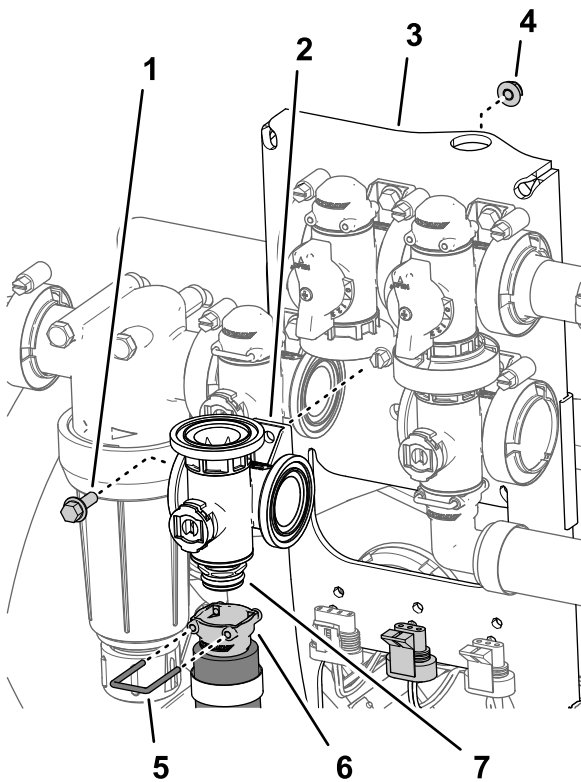

图 116
- 卸下将快速断开槽固定到搅拌阀歧管快速断开连接头的卡环图 116。
- 卸下将搅拌阀固定至阀安装座的凸缘头螺栓 $\frac{1}{4} \times \frac{3}{4}$ 英寸和凸缘锁紧螺母 $\frac{1}{4}$ 英寸然后从机器中拆下阀歧管图 116。